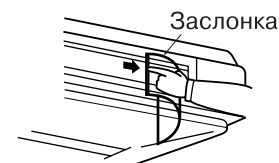

Рис. 6
- Скорость потока воздуха может быть изменена путем перемещения заслонки. (См. Рис. 6 и 7)